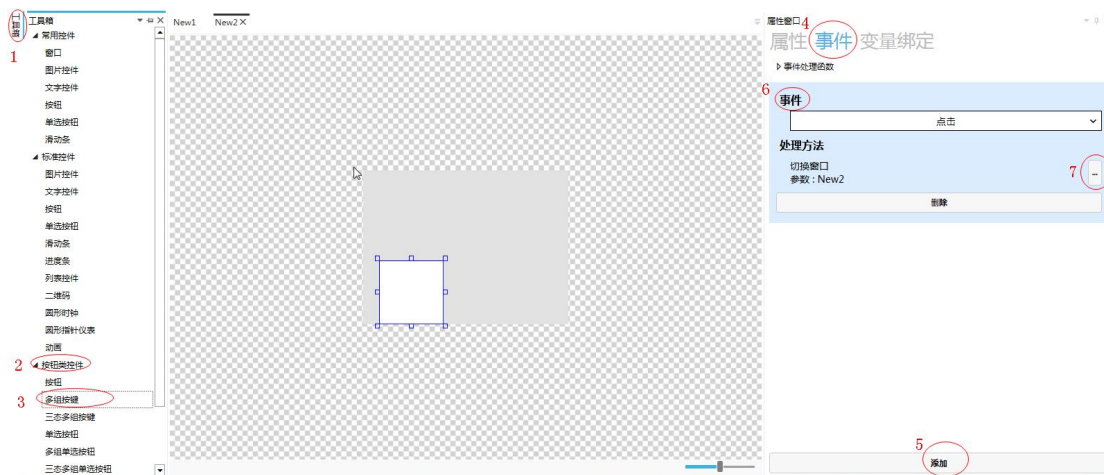

图 5.5 添加多组按钮及添加事件
2、在窗口 NEW1 中添加一个多组按钮控件，选中多组按钮进行添加和设置事件，操作步骤如图 5.5 所示。